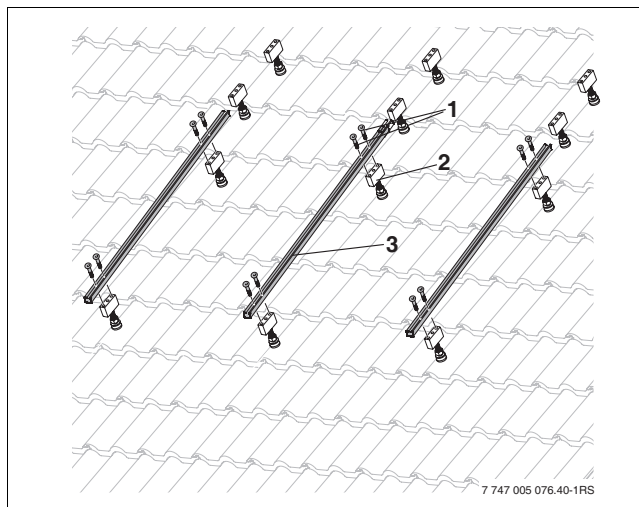

Bild 48 Profilschiene an Haltebock befestigen
- Profilschienen-Kollektor (Bild 48, [3]) jeweils mit zwei Schrauben [1] am Haltebock [2] befestigen, dabei im unteren Langloch beginnen.